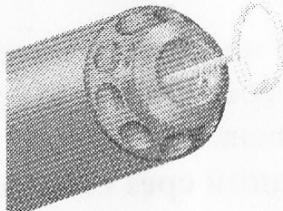

Рис. 2
2. Продавить клапан и полностью сбросить воздух (рис.2).
2. Продавить клапан и полностью стравить воздух (рис.2).